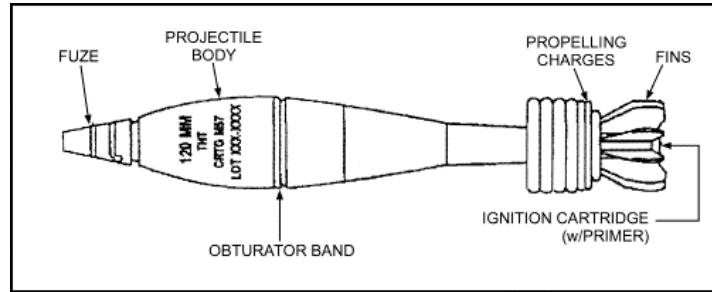

Figure 7-9. M57 HE cartridge.
a. **M57 HE Cartridge (NDI)** (Figure 7-9).